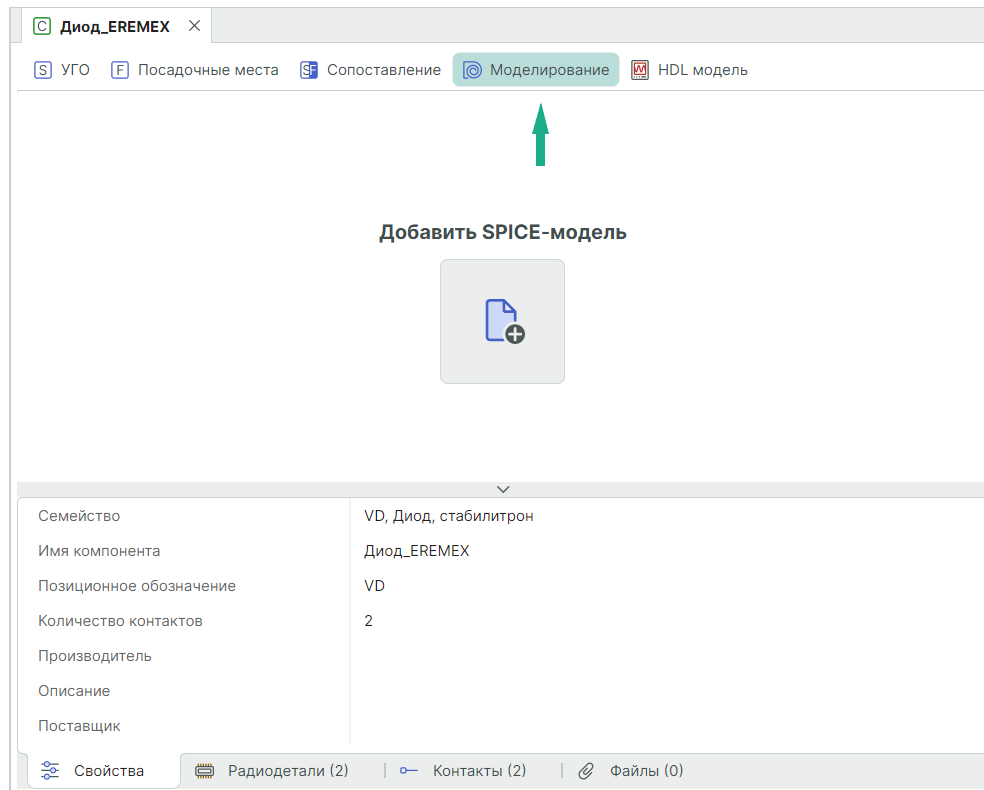

Рис. 284 Переход к созданию SPICE-модели компонента
1. Перейдите на вкладку «Моделирование», см. Рис. 284.